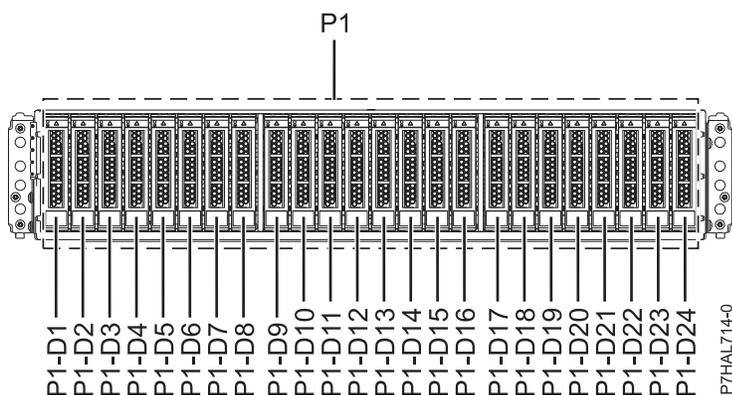
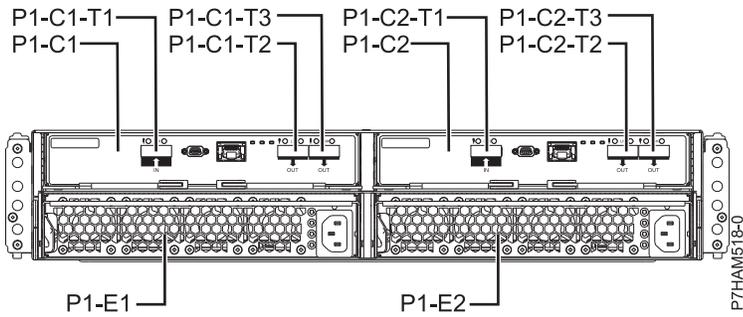

Figura 5. Vista frontal del Alojamiento de unidad de disco 5887 que muestra las ubicaciones de las unidades de disco.
Figura 6. Vista posterior del Alojamiento de unidad de disco 5887
1. Identifique la pieza y el alojamiento a los que desea aplicar el servicio. Las ranuras de unidad de disco y SSD están ubicados en la parte frontal del alojamiento. La Figura 5 y la Figura 6 en la página 8 muestran la vista frontal y la vista posterior del alojamiento y las ubicaciones de las unidades de disco en el alojamiento.